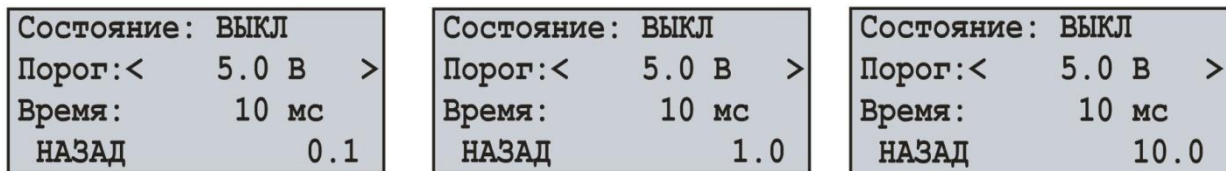

Рисунок 7.6.6 – Экран настройки значения порога
- для параметра “значение порога” кнопками **◀** (ВЛЕВО) или **▶** (ВПРАВО) установить шаг изменения значения (рис. 7.6.6), который находится в правом нижнем углу экрана;